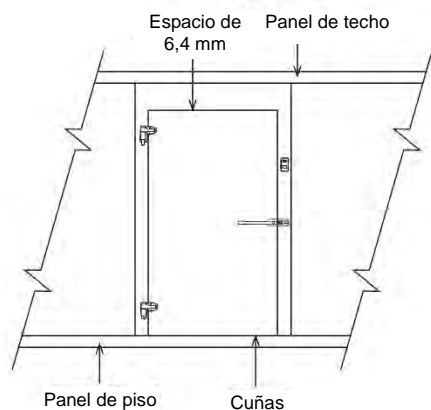

Figura 1
- Coloque cuñas bajo la puerta (consulte la figura 1 a continuación).
- Coloque cuñas bajo la puerta según sea necesario para crear un espacio de 6,4 mm entre la parte superior de la puerta y el marco de la puerta para garantizar un encaje cuadrado (consulte la figura 1).